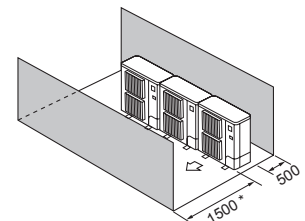

Fig. 2-16
- ④ Εμπόδια στην μπροστινή και την πίσω πλευρά μόνο (Fig. 2-16)